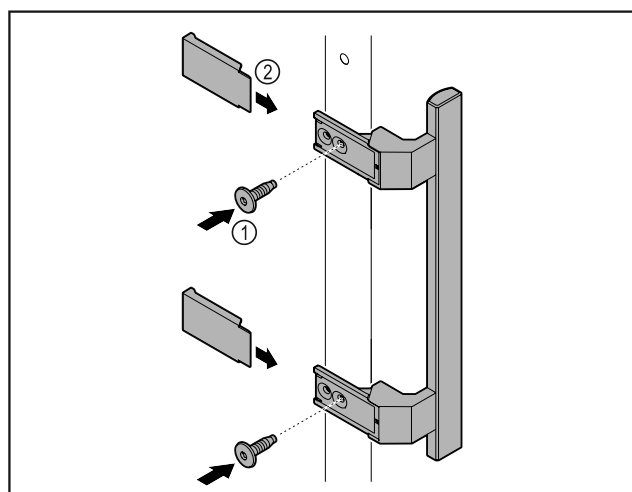

Fig. 5
► Iz paketa vzemite ročaj in ga privijte na vrata s priloženimi vijaki Fig. 5 (1).
► Namestite pokrov Fig. 5 (2).